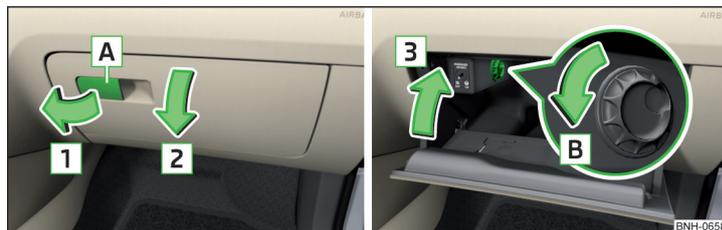

Fig. 77 Abrir el compartimento guardaobjetos / cerrar el compartimento guardaobjetos y abrir el suministro de aire
- Para **abrir**, tirar el tirador **A** en el sentido de la flecha **1** y plegar la tapa en el sentido de la flecha **2** » fig. 77.
- Para **abrir**, girar el regulador giratorio en el sentido de la flecha **B** hasta el tope » fig. 77.